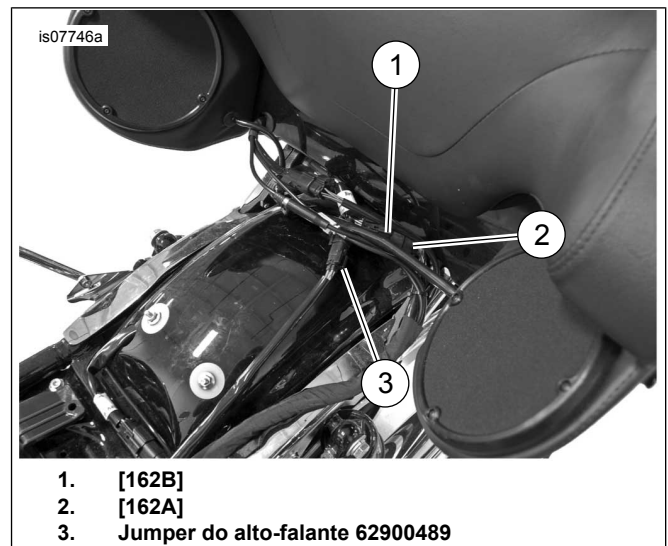

Figura 12. Interconexão da base do alto-falante traseiro
11. Veja Figura 12 . **Modelos equipados com SiriusXM:** mude a antena SiriusXM de lugar com o suporte e as instruções daquele kit. Instale o fusível principal e verifique a operação do rádio.